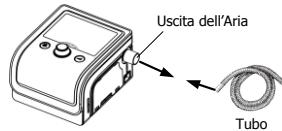
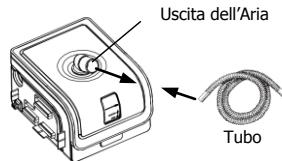

Fig. 11-6
Fig. 11-7
(1) Collegare un'estremità del tubo all'uscita dell'aria del dispositivo principale, come mostrato nella Fig. 11-6. Se il dispositivo principale viene utilizzato con un umidificatore, collegare un'estremità del tubo all'uscita dell'aria dell'umidificatore, come mostrato nella Fig. 11-7.